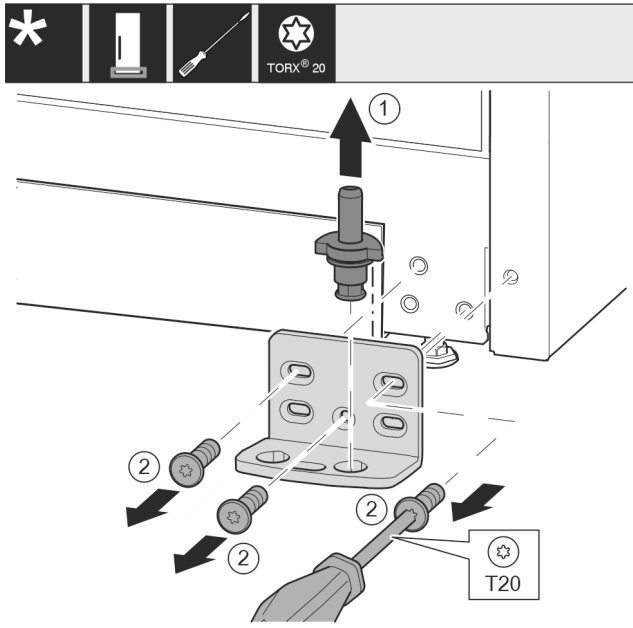

Fig. 12
- Nxirrni jashtë komplet bazamentin mbështetës nga lart. Fig. 12 (1)
- Nxirrni jashtë vidat me një kaçavidë T20 dhe hiqni bazamentin mbështetës. Fig. 12 (2)